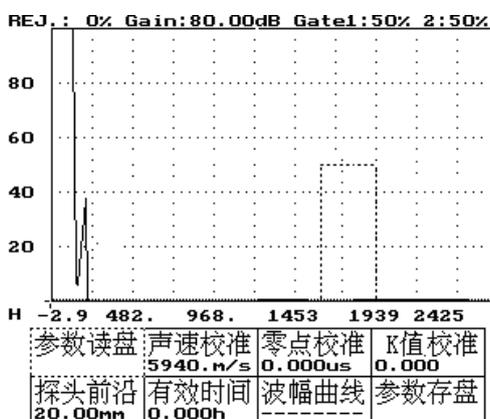

图 9-2
3、按进入键——显示系统校准菜单，如图 9-2 所示。
- 3、按进入键——显示系统校准菜单，如图 9-2 所示。